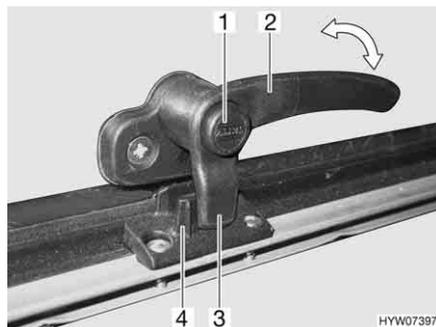
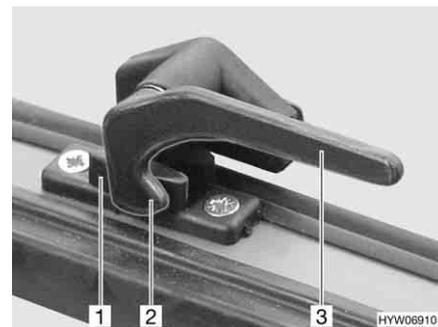

Bild 79 Verriegelungshebel mit Sicherungsknopf in Stellung "geschlossen"
Bild 80 Verriegelungshebel in Stellung "geschlossen"
- Wenn vorhanden, Sicherungsknopf (Bild 79,1) drücken und gedrückt halten.
- Den Verriegelungshebel (Bild 79,2 oder Bild 80,3) eine viertel Umdrehung zur Fenstermitte hin drehen.
- Den Verriegelungshebel (Bild 79,2 oder Bild 80,3) eine viertel Umdrehung zum Fensterrahmen hin drehen. Die Verriegelungsnase (Bild 79,3 oder Bild 80,2) am Verriegelungshebel liegt komplett auf der Innenseite der Fensterverriegelung (Bild 79,4 oder Bild 80,1).
- in Stellung "fest verschlossen" (Bild 79 und Bild 80)